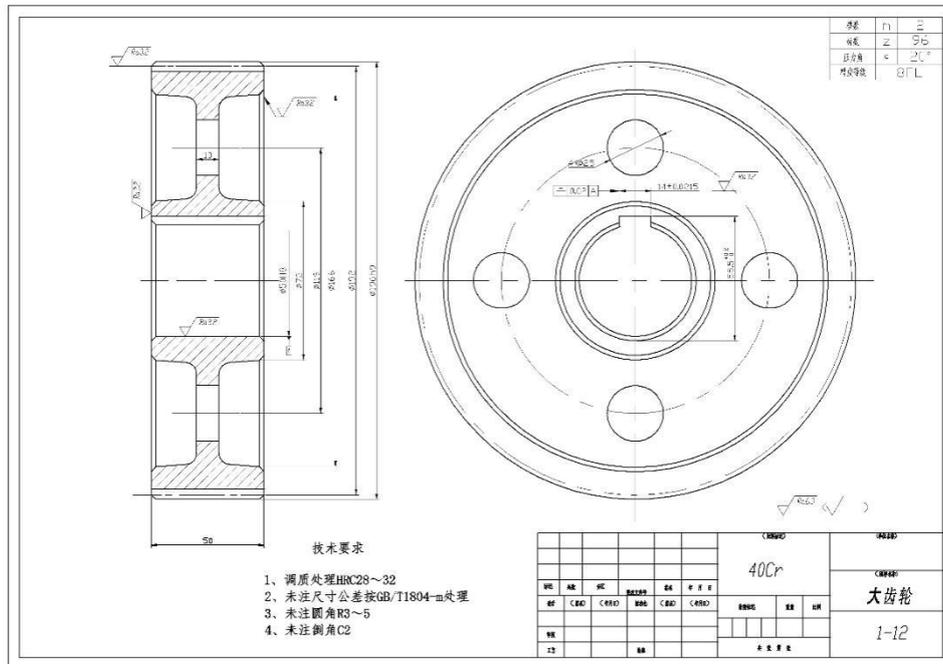

图 1-1-12 大齿轮
(1) 任务描述：根据提供的实物，手工测绘机械零件——大齿轮。零件照片见图 1-1-12。